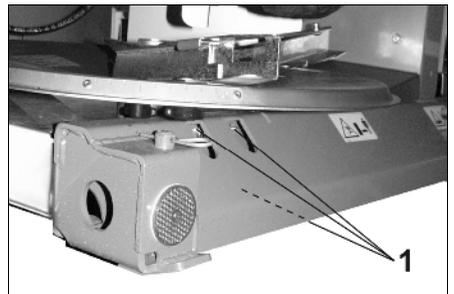

Fig. 52
- Limpiar y engrasar ejes de agitación y cadena de accionamiento. (Fig. 52 /1).